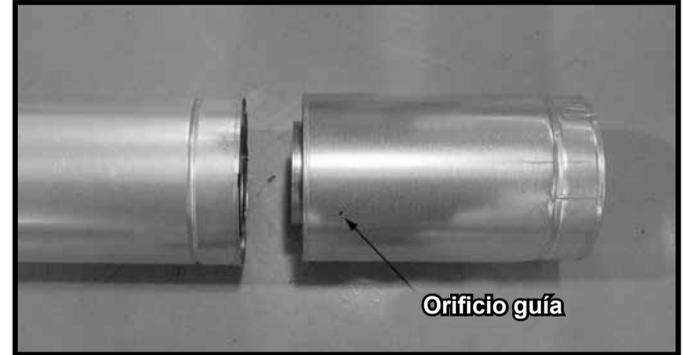

Figura 7.6 Orificios guía de la sección deslizante
- Deslice el conducto interior de la sección deslizante dentro del conducto interior de la sección de tubería y el conducto exterior de la sección deslizante sobre el conducto exterior de la sección de tubería. Consulte la Figura 7.6.